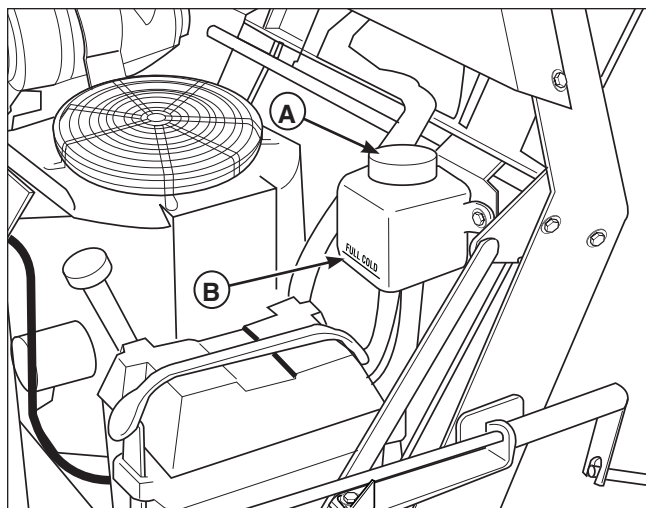

Figura 31. Serbatoi dell'olio
- Tenere il livello di olio nel serbatoio (A, Figura 31) al segno di "FULL" (pieno) (B). Olio in sovrappiù non sarà di nessun beneficio per la macchina.
4. Far andare il motore per 5 minuti. Osservare il livello dell'olio nei serbatoi. Se necessario, aggiungere olio sino al segno di "FULL" (pieno) (B, Figura 31).